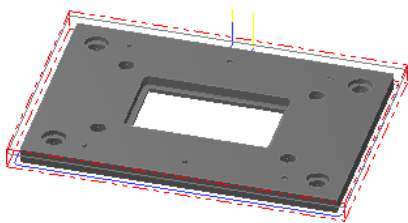
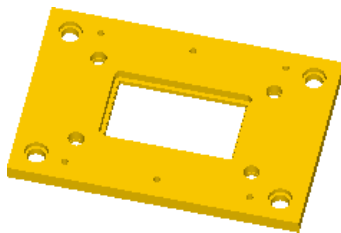

图 2.41 刀具路径
图 2.42 仿真结果
Step6. 单击“2D 刀具路径-外形”对话框中的  按钮，完成参数设置，此时系统将自动生成图 2.41 所示的刀具路径。
(1) 在 **刀具路径管理器** 选项卡中单击  按钮，然后单击“验证已选择的操作”按钮 ，系统弹出“Mastercam Simulator”对话框。
(2) 在“Mastercam Simulator”对话框中单击  按钮，系统将开始进行实体切削仿真，结果如图 2.42 所示，单击  按钮关闭对话框。